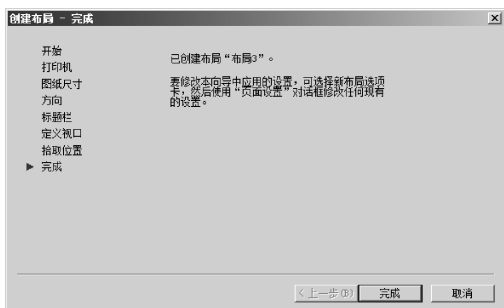

图 7-10 “创建布局 - 完成”对话框
8) 单击“下一步”按钮，程序将会弹出“创建布局 - 完成”对话框，如图 7-10 所示。